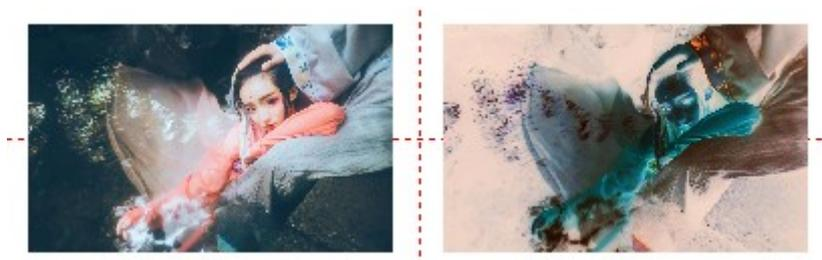

图 4-52
**反转:**将当前图像每个点的颜色值取反,如图 4-52 所示。